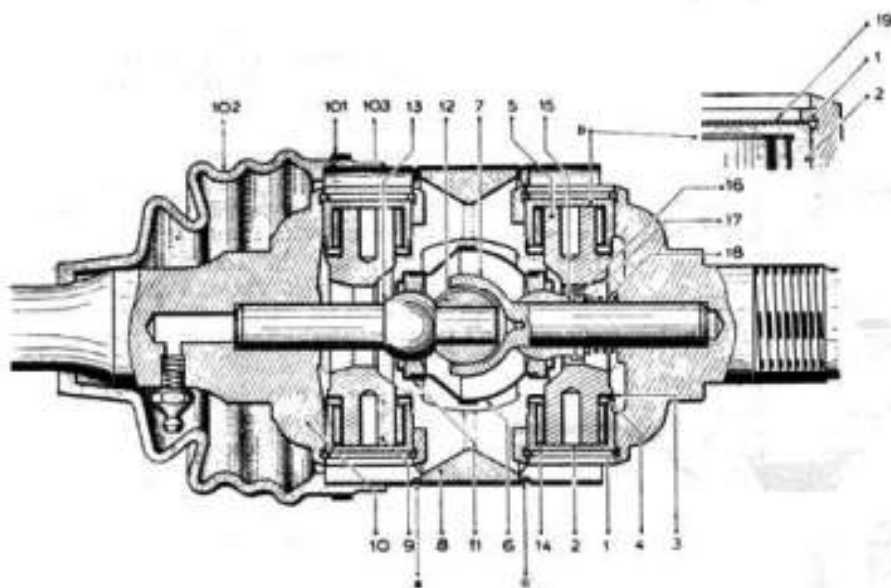
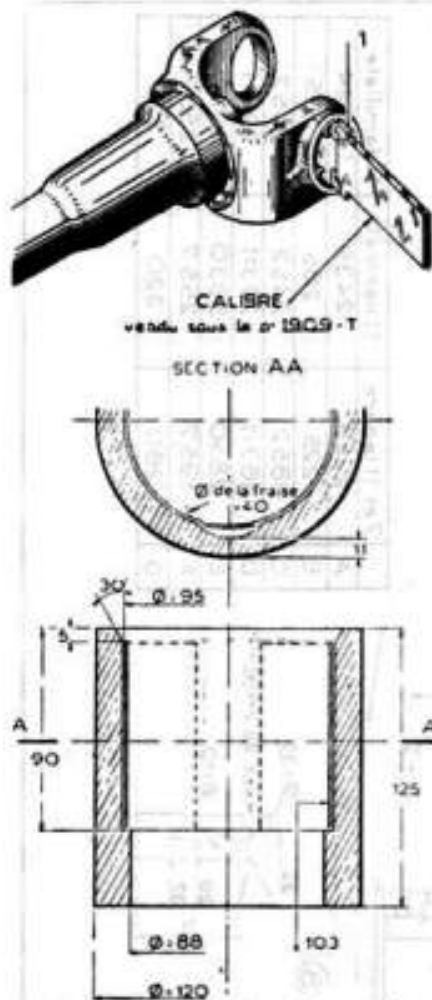

Fig. 19. — Vue en coupe d'une transmission avec manchon de protection.
Fig. 37. — Mise en place du manchon.
* Déposer le collier « Ligaux » (101) Dégager le protecteur caoutchouc (102). A l'aide d'un burin et d'une scie, couper le manchon tôle (103) et le dégager (fig. 19).
* Préparer les coussinets (2). (fig. 19)
* Mettre en place le manchon tôle (103), (figure 19) dans un montage approprié (utiliser, si possible, le montage M R - 3.164 - 40 (figure 37). Placer la partie moletée du manchon dans le bas de l'appareil.
A l'aide d'un matoir, sertir le manchon sur la mâchoire double, en trois points, à 120° environ, en « a » et « c » (figure 19).